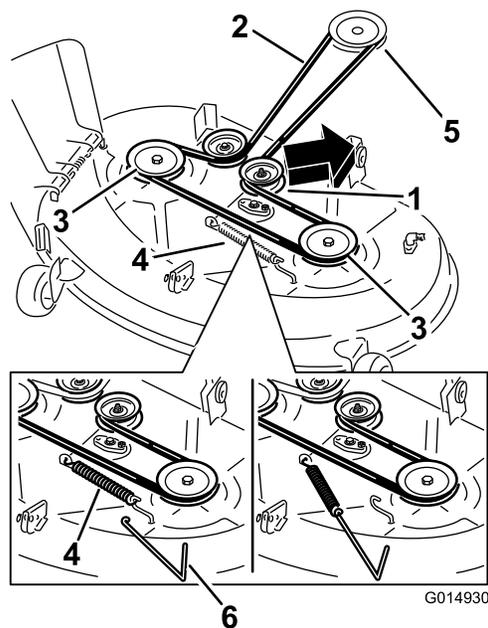

Figure 57
4. À l'aide d'un outil de dépose de ressort (réf. Toro 92-5771), décrochez le ressort du crochet sur le tablier pour éliminer la tension sur la poulie de tension et déchaussez la courroie des poulies (Figure 57).
5. Acheminez la courroie neuve autour de la poulie du moteur et des poulies du tablier de coupe (Figure 57).
6. À l'aide d'un outil de dépose de ressort, accrochez le ressort au crochet situé sur le tablier pour tendre la poulie de tension et la courroie du tablier de coupe (Figure 57).